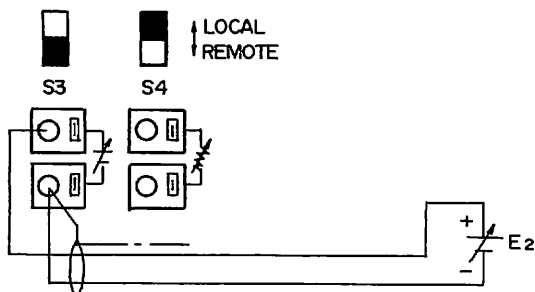

図12
2) 背面CC. REMOTEのS3スイッチをREMOTBにセットし, 図12のように, 外部電圧を接続します。
- ・E2の接続は2芯シールドを使用し、外被シールドは図12のように接続してください。